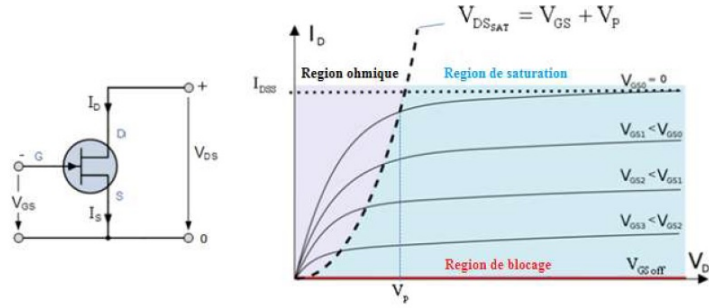

FIGURE 4.7 – Symbole et caractéristique de sortie typique d’un JFET.
La caractéristique typique d'un transistor JFET à canal N est donnée ci-dessous (figure 4.7) : La figure 4.7 définit les quatre zones de travail d'un JFET :
- La zone de claquage : La tension  $V_{DS}$  entre le drain et la source est suffisamment haute pour créer un claquage du canal résistif. Le courant  $I_D$  augmente alors de manière incontrôlée. Cette région n’est pas indiquée sur la figure 4.7. Elle se situerait sur la partie droite.